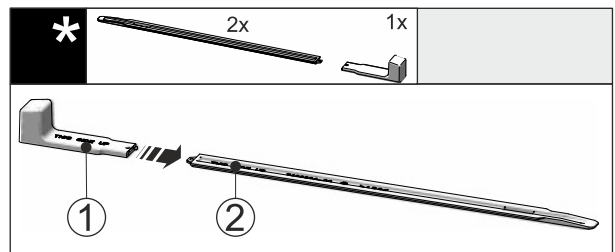

Fig. 49
- ▶ Montážní úchyt Fig. 49 (1) připevněte k nivelační liště Fig. 49 (2).